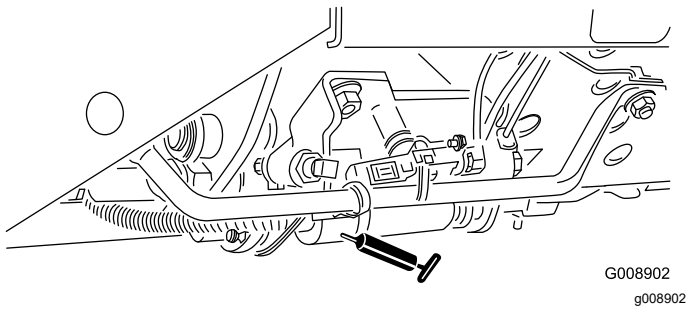

Figura 64
- Slitta di tosatura/trasporto (Figura 64)